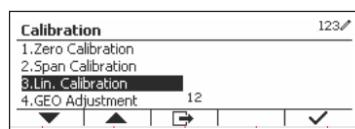

Figure 20
8. Pour quitter la sélection « Lin. Calibration » (Étalonnage de linéarité), appuyez sur le bouton multifonction correspondant à l'icône . (Voir Figure 20)